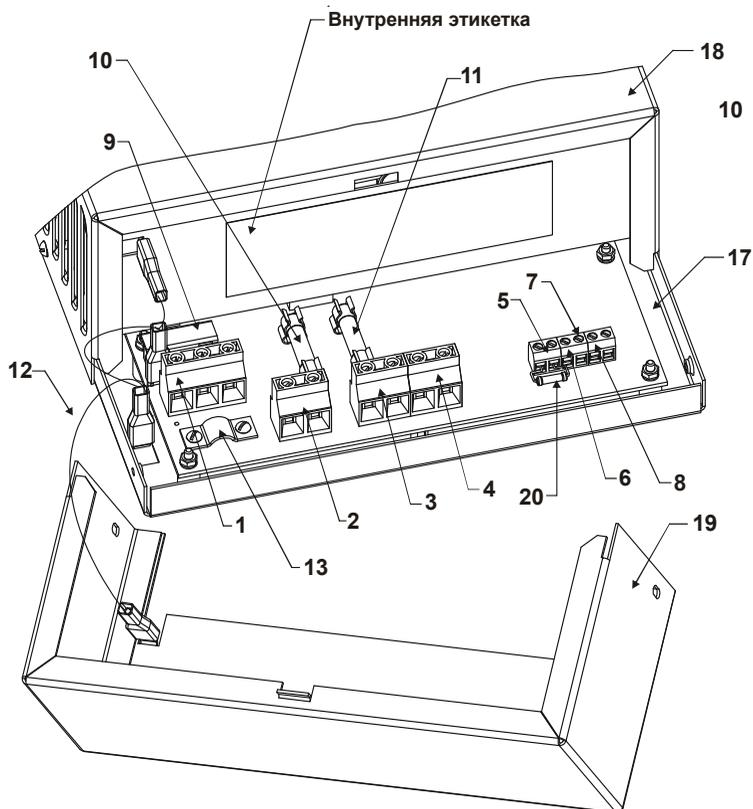

Рисунок 1
Источник размещен в металлическом корпусе, состоящем из дна, кожуха основного и кожуха монтажного отсека. Кожух основной скрывает радиоэлементы, не требующие обслуживания при эксплуатации источника, под кожухом монтажного отсека расположены элементы коммутации и защиты (рисунок 1), которые размещены на печатной плате.
Снимите кожух монтажного отсека поз.19 рисунок 1 для доступа к элементам коммутации и защиты. При необходимости отсоедините перемычку заземления поз.12 рисунок 1.
- ◆ Подключите, соблюдая фазировку, сетевые провода и провод заземления или шнур питания сетевой (входит в комплект поставки) к соответствующим контактам колодки «Сеть», пропустив их под прижимной планкой (поз.13 рисунок 1), предварительно ослабив фиксирующие ее винты не более чем на 4-5 оборотов, после чего затяните винты прижимной планки до обеспечения жесткой фиксации проводов.
- ♦ Закройте кожух монтажного отсека поз.19 рисунок 1, подсоединив к нему перемычку заземления поз.12 рисунок 1, если она была отсоединена.